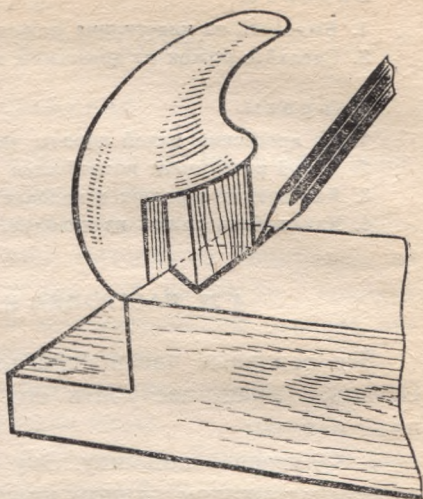

Рис. 77. Разметка паза по гребню рожка.
7. Разметить паз в колодке по гребню рожка (рис. 77).